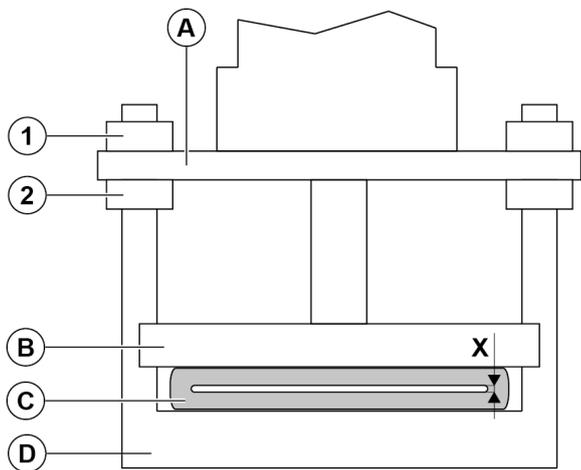

Figura 15.
3. Si la válvula está equipada con pletinas de apertura, afloje los tornillos de fijación (8 uds.) de las barras de apriete y saque las pletinas de apertura (*Figura 15*).
3. Abra los tornillos (7.) entre las mitades del cuerpo de la válvula y desconecte la parte inferior del cuerpo. Si la válvula tiene patinas de apertura, desconéctelas (17.) de las barras de apriete superior (3.) e inferior (4.), tornillos 8 uds. (*Figura 15*).